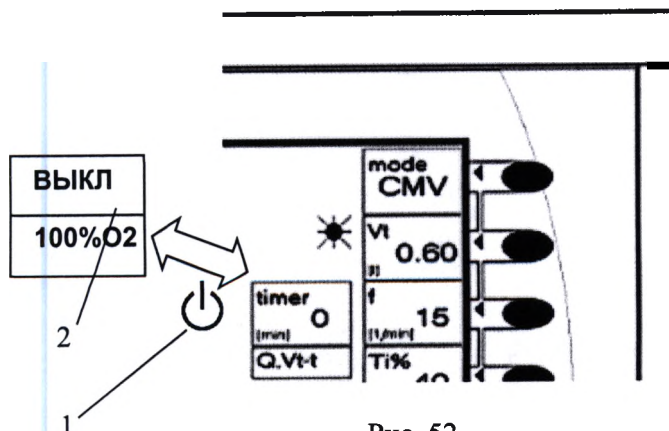

Рис. 52
- выключить центральный сетевой выключатель (4 – рис. 3). На дисплее появится в информационном окне мерцающий графический символ (1) – см. рис. 52 со звуковым сигналом, который информирует персонал о выключении центрального сетевого выключателя - аппарат продолжает быть в этом состоянии функциональным.